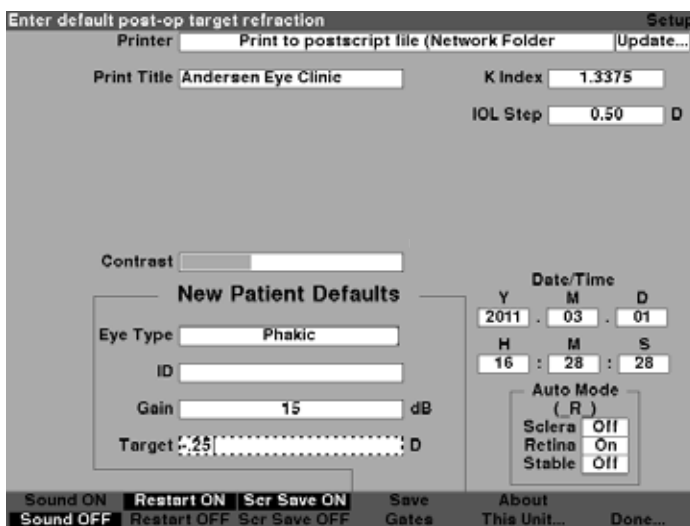

Figura 5-54 Ajuste do alvo
- Com o campo de Alvo ativado, gire o botão até atingir o valor apropriado ou insira o número alvo usando o teclado conforme mostrado na Figura 5-54.